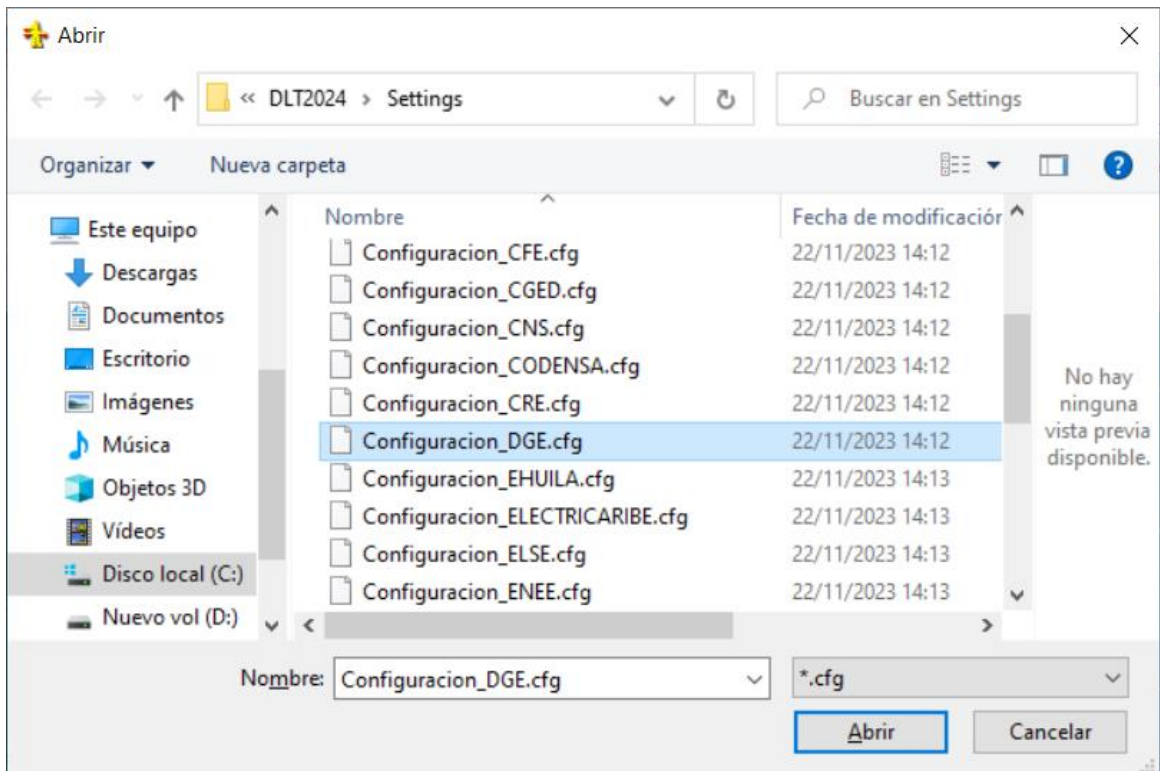

Fig. 2.2
- De la ventana emergente, seleccionar la configuración según su norma. Por ejemplo, para proyectos realizados en Perú seleccionar “Configuración_DGE.cfg” (ver Fig. 2.2).
- Seleccionar “Configuración_DGE.cfg” (ver Fig. 2.2).